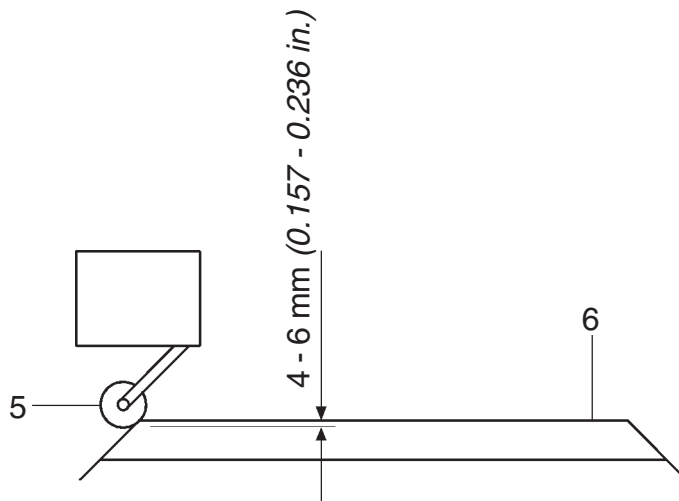

Abb. 2.4.3
Sicher stellen, dass die Rolle des Auslösehebels (5) nach dem Auslösen des Mikroschalters noch 4 - 6 mm (0.157 - 0.236 in.) Platz zur Verfügung hat, um den Eigenlauf auf dem Antriebsbelag (6) zu beenden (Abb. 2.4.3).